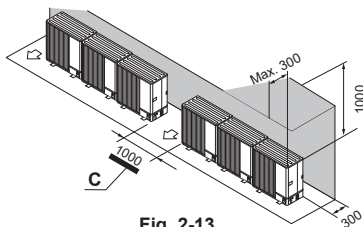

Fig. 2-13
- (2) Ostruzioni o superfici chiuse solo sul retro e sopra (Fig. 2-13)
- C: Spazio (Fig. 2-13)